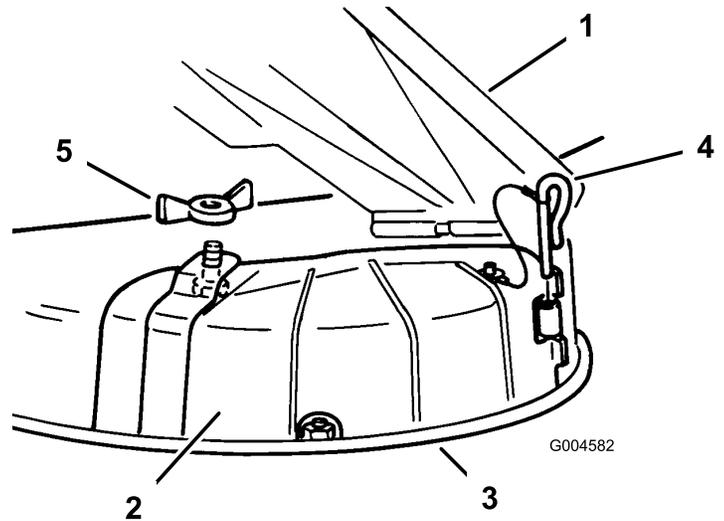

Bild 24
3. Entfernen Sie die Flügelmuttern und die Schraube, mit denen die Abdeckung befestigt ist (Bild 24). Bewahren Sie alle Teile für eine Wiederverwendung auf.
4. Entfernen Sie die Scharnierstifte, mit denen die Abdeckung am Mähwerk befestigt sind (Bild 24).